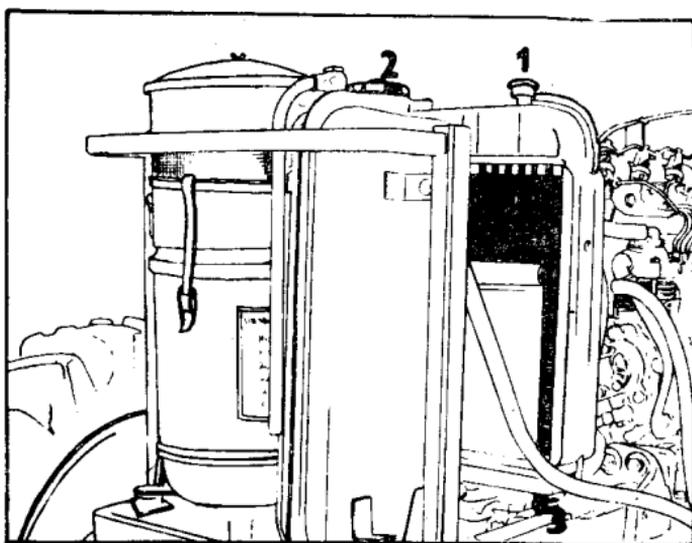

Fig. 10
1. Trou de remplissage du liquide de refroidissement dans le radiateur (fig. 10/1).
3. Robinet de vidange du liquide du radiateur (fig. 10/3).
18. Trou de remplissage de l'huile dans le réservoir de la direction servo-assistée (fig. 10/2).